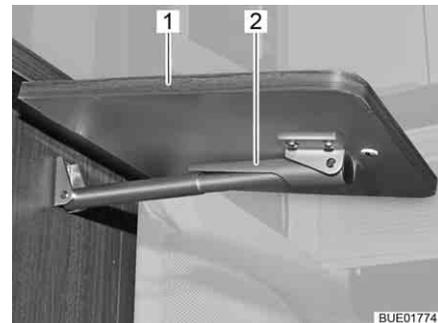

Bild 138 Thekenklapptisch, entriegelt
- Thekenklapptisch (Bild 138,1) leicht anheben. Mit der anderen Hand die Fixierung (Bild 138,2) an der Teleskophalterung nach oben drücken.